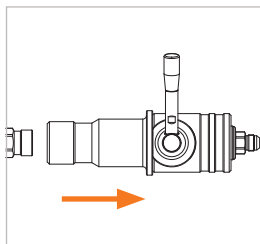

Figure 14
- ▶ Retirez soigneusement le réceptacle de service WEH® et en ligne droite du nozzle de ravitaillement (Figure 14).